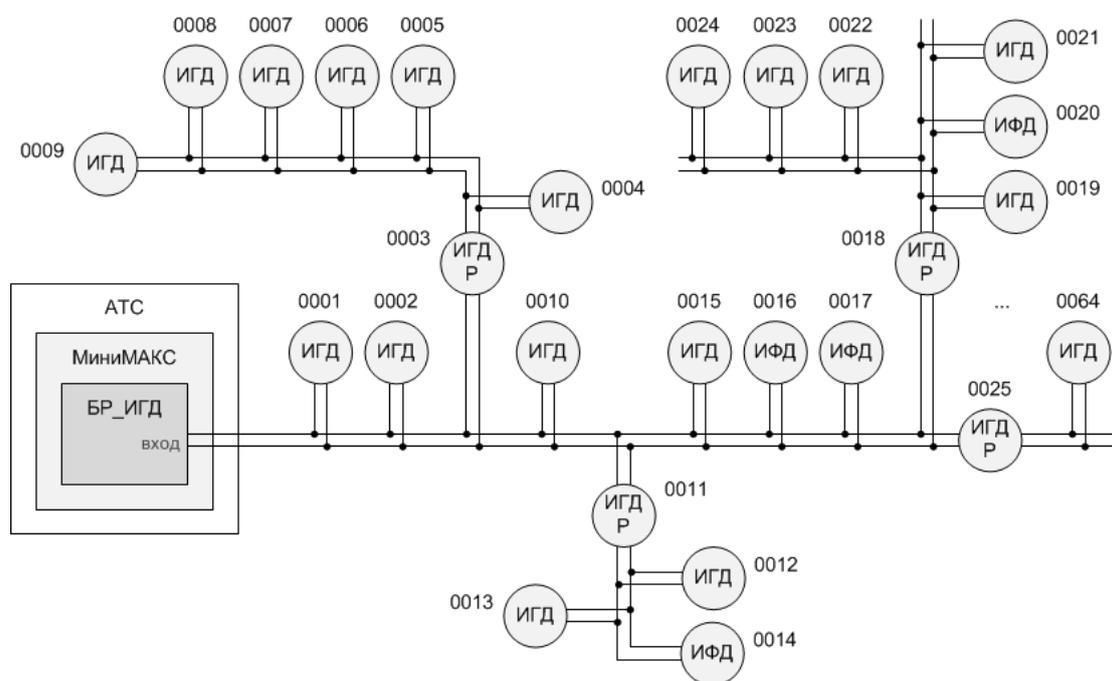
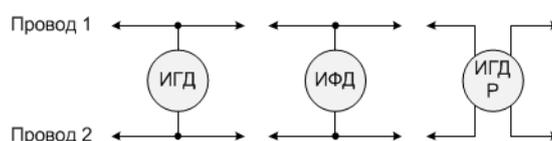

Рис.7.2. Пример подключения к БР_ИГД датчиков в линии с разветвленной топологией
Рис.7.3. Условная схема подключения к линии разных типов датчиков
7.8. На рис.7.2 показан более сложный пример разветвленной топологии с использованием разных типов датчиков. Датчики ИГД и ИФД к линии подключаются параллельно (см. рис.7.3). Датчик ИГД реагирует на вскрытие как геркон, т. е. отдалением магнита. Датчик ИФД реагирует на резкое увеличение освещенности при открытии колодца (как фотодатчик).